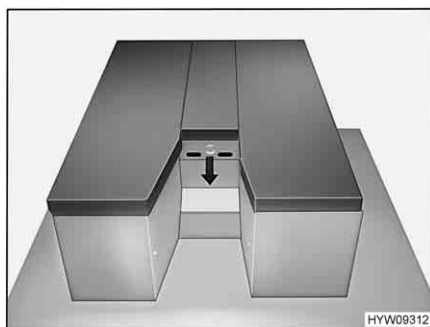

Fig. 100 Apertura del diaframma
- Premere il bottone a pressione e aprire il diaframma (Fig. 100).